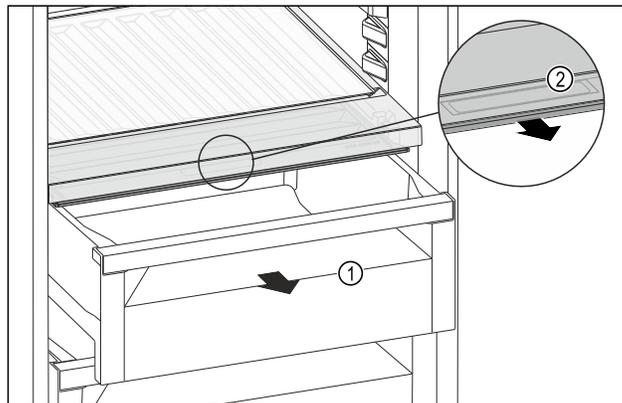

Fig. 114
- ▶ Retirer le tiroir Fig. 114 (1).
- ▶ Saisir la poignée encastrée Fig. 114 (2) du couvercle du compartiment et tirer le couvercle du compartiment par l'avant.